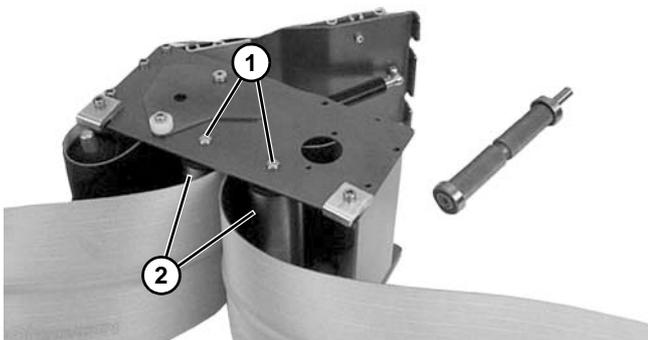

Figure 70
- b. Sur les convoyeurs de largeur 127 mm ou plus, appuyer sur les deux côtés de l'axe monté sur ressort et retirer le rouleau (**Figure 70, élément 1**). Retirer les poulies (**Figure 70, élément 2**).